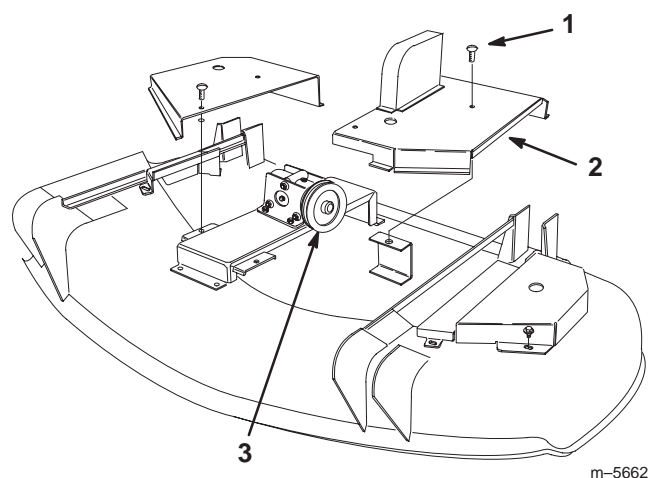

Figure 31
1. Desserrez les 2 fixations sur le carter intérieur gauche du plateau. Déposez le carter pour exposer la poulie d'entrée du boîtier d'engrenages (Fig. 31).
4. Reposez le carter intérieur gauche sur le plateau à l'aide des fixations (Fig. 31).